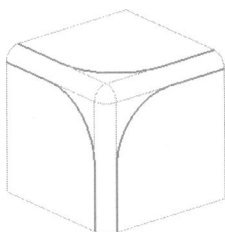

图1-16
13. 以相同的方法创建其他桥接曲线，结果如图 1-16 所示。